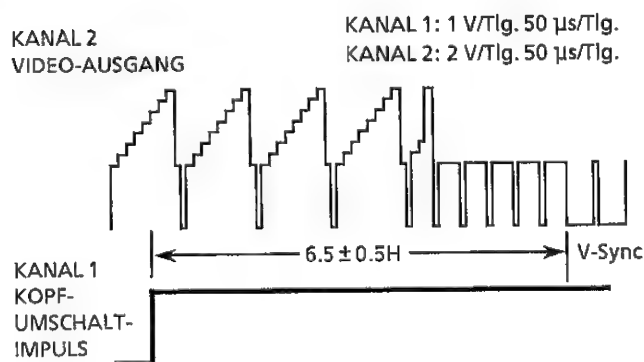

Abbildung 2-2.
5. R701 so einstellen, daß die Vorderkante des Kopfschaltimpulses $6,5 H$ (Zeilen) vor dem Vertikalsync liegt, siehe Abbildung 2-2.